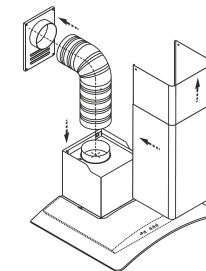

рис. 9
6.4 В зависимости от режима эксплуатации кухонной вытяжки соедините вентилятор с вентиляционной решеткой полужестким гофрированным воздуховодом (рис. 9) или установите на вентилятор угольные фильтры*. Угольные фильтры устанавливаются на защитные решетки корпуса вентилятора (рис. 10, 10А).
- будьте осторожны при установке фальштруб (рис. 9), не повредите поверхности из нержавеющей стали. Их легко поцарапать.